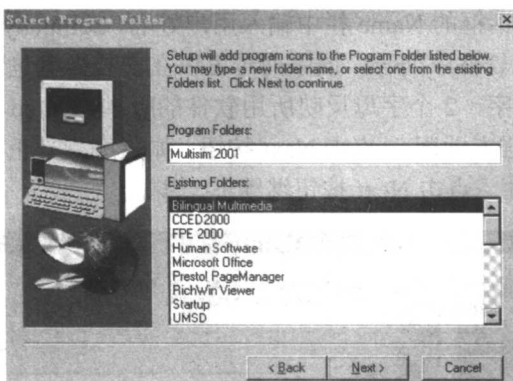

图 1-9 Select Program Folder 对话框
(5) 在 Select Program Folder 对话框中指定程序文件夹的名称, 如图 1-9 所示。默认名称为 Multisim 2001, 一般情况下不需要改动, 点击 Next 按钮后, 安装程序继续执行。